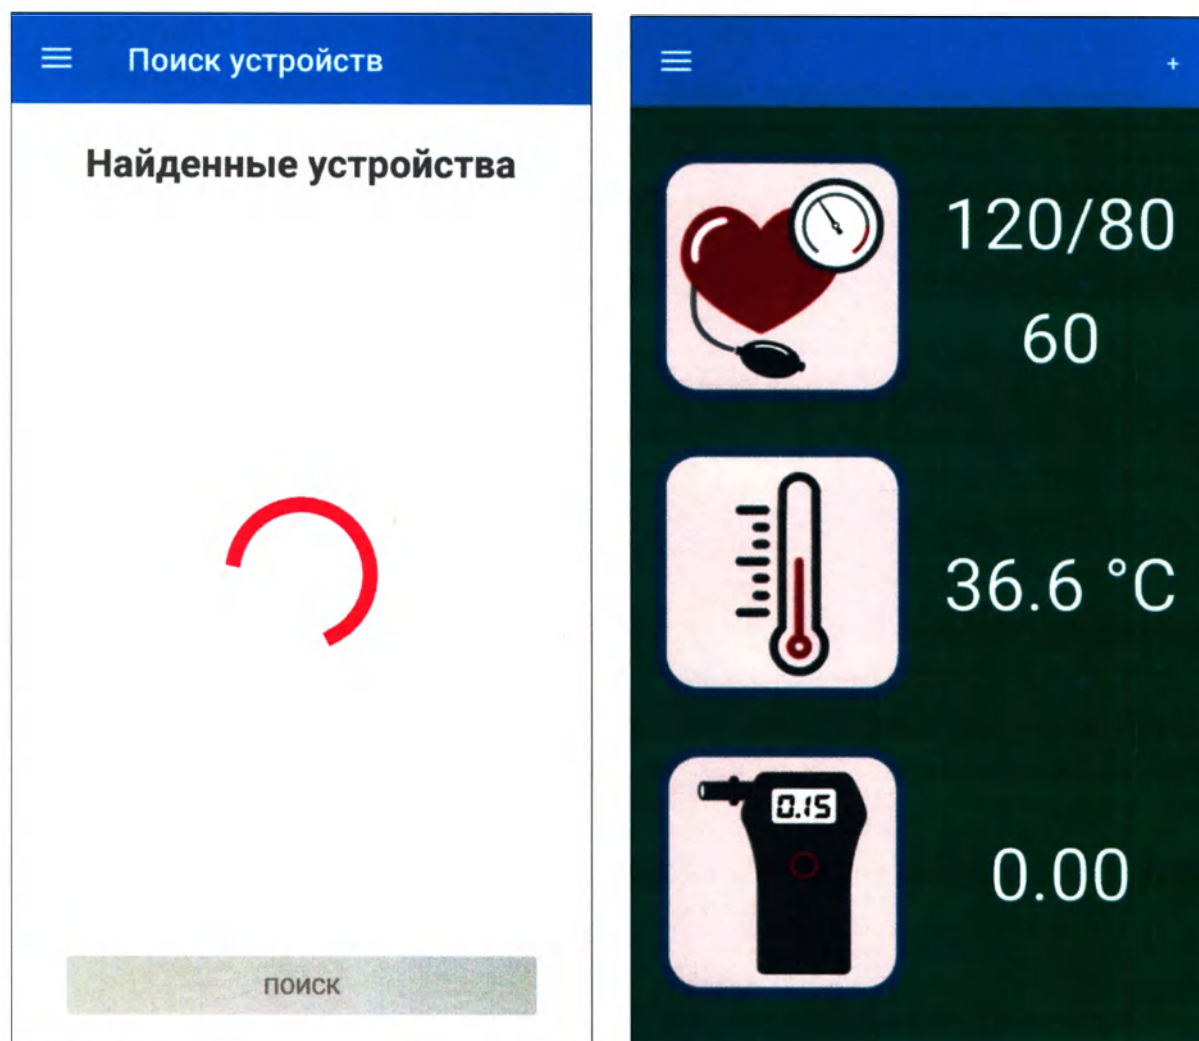

Рисунок 6 – а) поиск устройств в приложении; б) главное меню «MedControlApp»
4) Запустить приложение «MedControlApp» на смартфоне и нажать кнопку «Поиск» (рисунок 6а). После завершения поиска в выпадающем списке найти СМК и подключиться к нему. При успешном подключении Bluetooth индикатор беспроводной связи будет постоянно гореть синим цветом. Для разрыва соединения, если это необходимо, следует нажать однократно на кнопку включения устройства.
5) После успешного подключения СМК к смартфону откроется стартовое меню приложения (рисунок 6б) и можно переходить непосредственно к измерениям показателей здоровья.